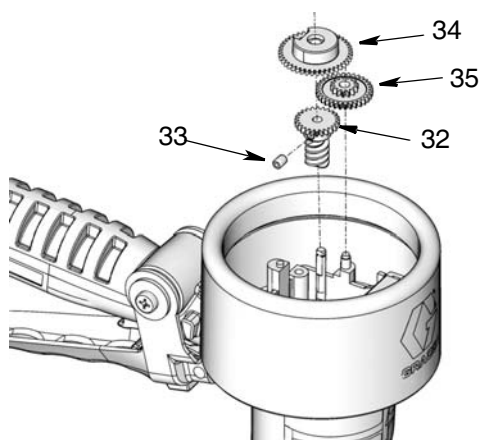

FIG. 21
2. Installare gli ingranaggi (32, 34, 35) come illustrato in FIG. 21. Utilizzare una chiave esagonale da 2 mm per stringere la vite di regolazione degli ingranaggi (33).